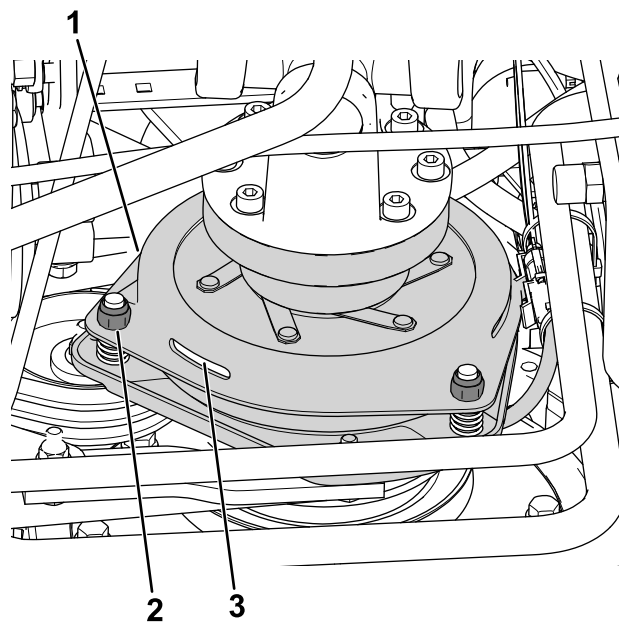

Figure 76
3. Réglez l'entrefer de façon à pouvoir passer une jauge d'épaisseur de 0,3 mm entre la garniture d'embrayage et la plaque de frottement en poussant légèrement (Figure 76).
**Remarque:** Pour diminuer l'entrefer, tournez les écrous de réglage dans le sens horaire (Figure 76). L'entrefer ne doit pas dépasser 0,6 mm. Réglez les 3 entrefers à 0,4 mm.